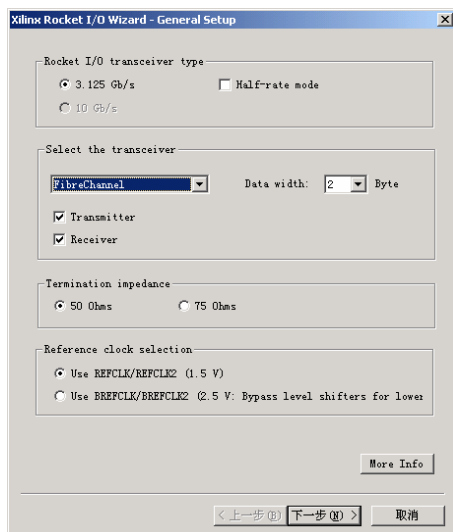

图2-108 设置 Rocket I/O 参数之一
6. 同前所述，新建 Architecture Wizard 资源，在图 2-105 所示处，选择生成 Rocket I/O™ transceivers 资源，单击 **OK** 按钮启动 Rocket I/O 向导。根据所选 Virtex-II Pro 器件型号，传输速率为 3.125Gb/s 或 10Gb/s，可选多种转发器类型和匹配阻抗，如图 2-108 所示。